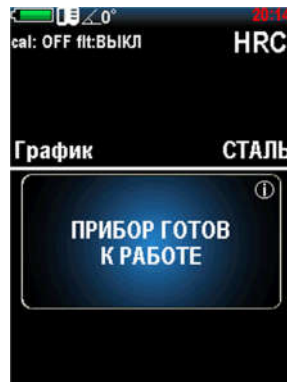

Рисунок 2.14 – Установка угла
5. Выбрать нужную шкалу твердости, для чего нажатием клавиши «» открыть меню выбора, где клавишами «» и «» выбрать нужную шкалу (Роквелла С (HRC), Роквелла В (HRB), Бринелля (HB), Виккерса (HV), Роквелла В (HRB), Шора (HS), Либа (HL), измерения предела прочности (σ_B) на растяжение изделий из углеродистых сталей перлитного в соответствии с ГОСТ 22791-77 (МРА), пользовательскую (U1, U2, U3)).
8. Нажмите клавиши «» или «», чтобы установить угол измерения. Фиксированный угол отображается в верхней части дисплея (рис. 2.14). Угол 0 градусов соответствует вертикальному положению преобразователя, спусковой кнопкой вверх.